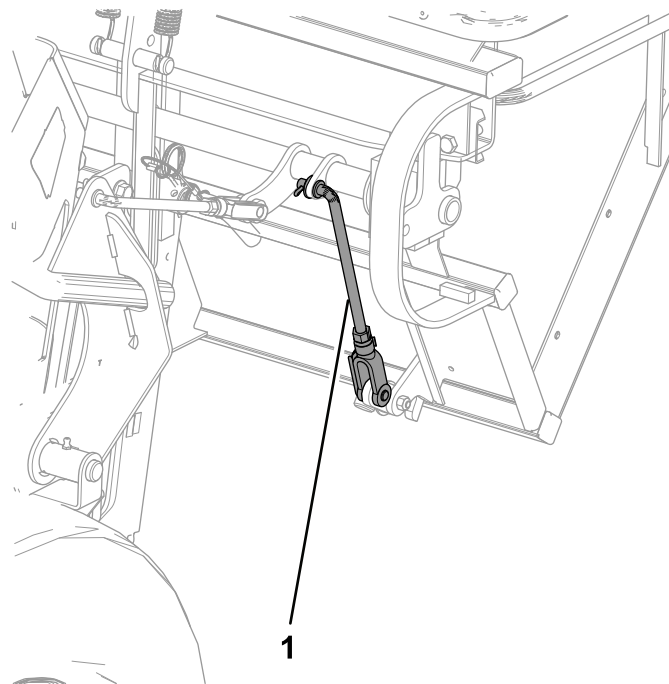

Figure 55
4. Assurez-vous que les verrous sont complètement engagés et touchent la tige soudée à la trappe (Figure 55).